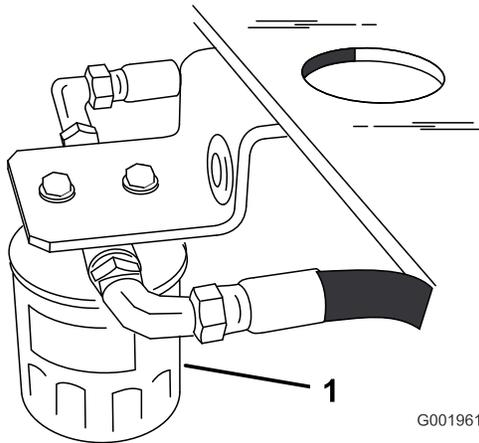

Bild 47
4. Stellen Sie eine Auffangwanne unter den Filter unter dem Kraftstofftank (Bild 47).
5. Entfernen Sie den Altfilter und wischen die Dichtfläche am Anbaustutzen (Bild 47) ab.